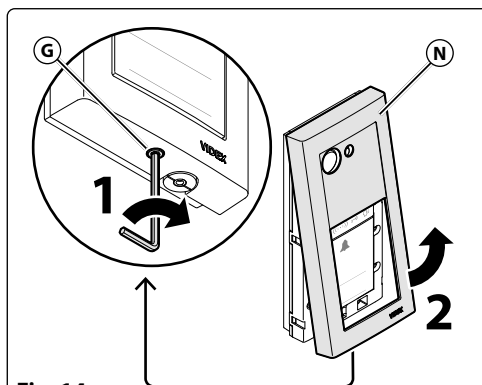

Fig. 14
1. Ruotare in senso orario la vite di fissaggio (G) posta nella parte inferiore del dispositivo con la chiave a brugola in dotazione fino a liberare la cornice anteriore (N) (nota: la vite è progettata per non essere estratta), quindi rimuovere la cornice sollevandola delicatamente dalla parte inferiore (Fig. 14).